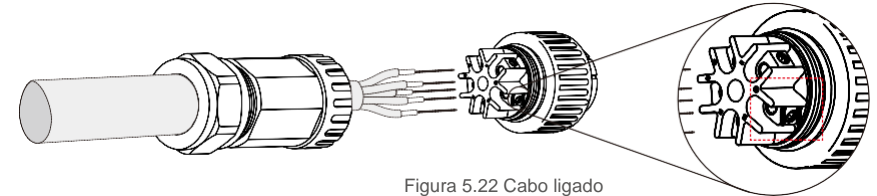

Figura 5.22 Cabo ligado
A) Descarnar o isolamento do cabo 70 mm, de modo que o conector com núcleo de cobre descoberto alcance 9 mm. Passe o cabo pela porca e pela manga do elemento de encaixe, insira os terminais correspondentes e aperte com uma chave Allen (consulte a figura 5.22). O torque é de 1,8-2,0 Nm.
Aperte o cabo com uma chave Allen de 3,0 mm (destaque na caixa pontilhada, consulte a figura 5.22). O parafuso allen é fácil de deixar cair, não o desaperte completamente.